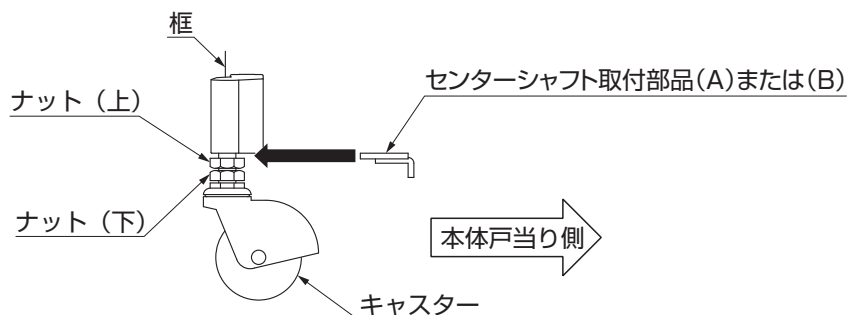

図12-2
- ②「センターシャフト取付部品(A)または(B)」を「ナット(上)」の上側に挿入して、「センターシャフト取付部品」を固定してください。(図12-2参照)